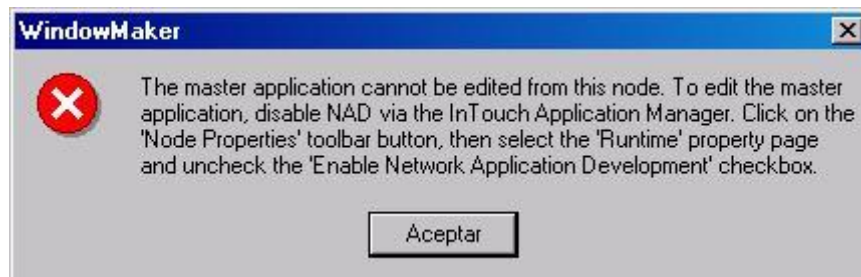

Figura 22. Ventana de Mensaje al Intentar Editar la Aplicación
6. Una vez distribuida la aplicación esta se puede ejecutar en el nodo de visualización únicamente con la opción **WindowViewer**, si se intenta abrir esta con la opción **WindowMaker**, aparecerá una ventana de mensaje (Figura 22), que especifica que la aplicación maestra no puede ser editada con WindowMaker en el nodo actual (nodo de visualización) y que se debe deshabilitar la opción **Enable Network Application Development** para poder editarla.